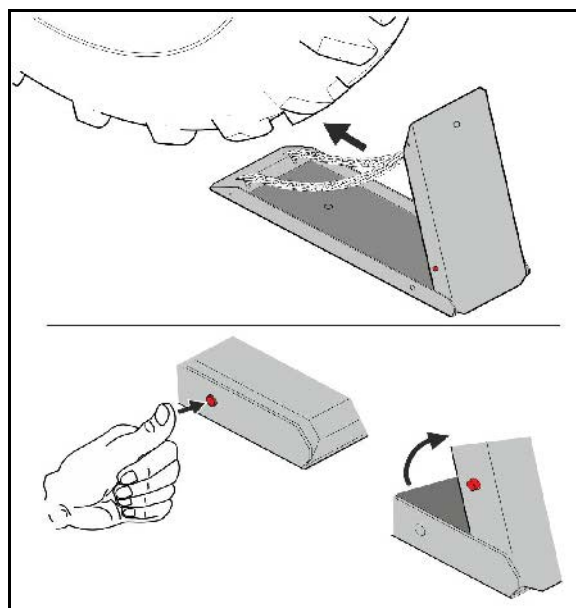

Fig. 26
- Deschideți robinetele de închidere de la blocul hidraulic (Fig. 26/1).
- Închideți robinetele (Fig. 26/2):